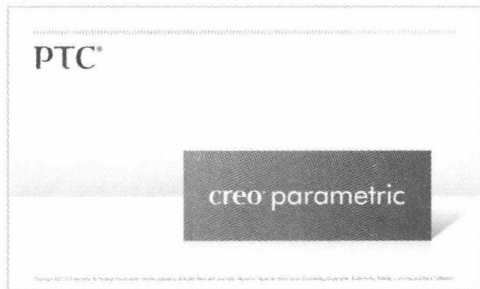

图 1-1 欢迎界面
Step 01 在桌面上双击 Creo Parametric 2.0 图标，启动 Creo Parametric 2.0，出现欢迎界面，如图 1-1 所示。